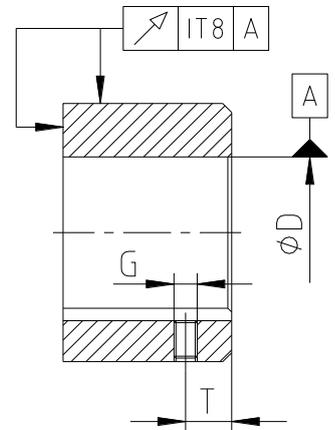

Bild 10: Rund- und Planlaufgenauigkeit
- Bei Herstellung der Nabenbohrung durch den Kunden ist die Rund- bzw. Planlaufgenauigkeit (siehe Bild 10) einzuhalten.